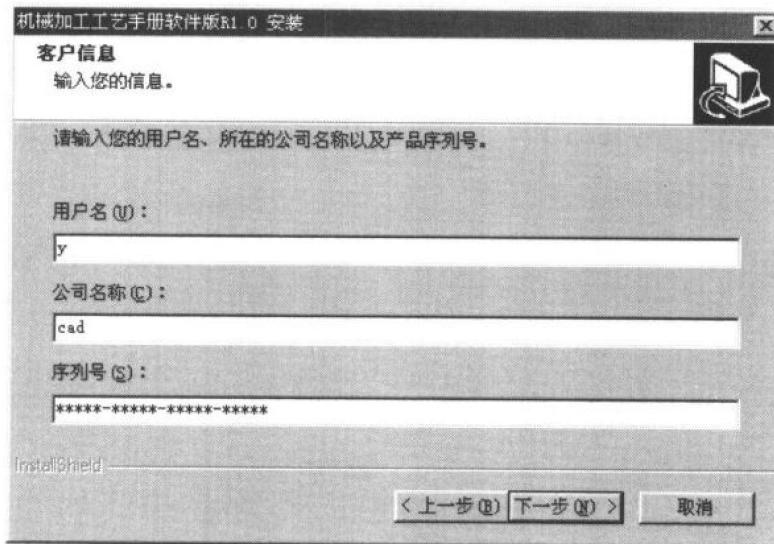

图 1.3 客户信息界面
4) 单击“下一步”，进入客户信息界面，在您输入相关信息及序列号并仔细检查序列号无误后，单击“下一步”按钮，进入下一步操作（图 1.3）。